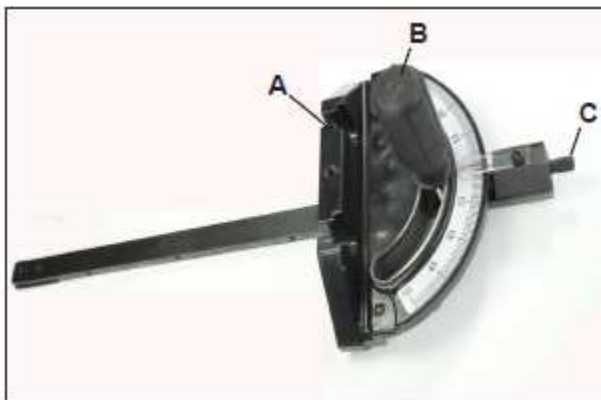

Рис. 27
2. Для поворота корпуса приспособления для пиления под углом (рис. 27, А) ослабить рукоятку (рис. 27, В) и вытянуть шток (рис. 27, С), затем повернуть корпус приспособления на требуемый угол и затянуть рукоятку.
3. Для поворота к следующему ограничителю вытянуть шток (рис. 27, С), повернуть корпус приспособления, затем вставить шток обратно и продолжить вращение корпуса приспособления до упора на следующем ограничителе.